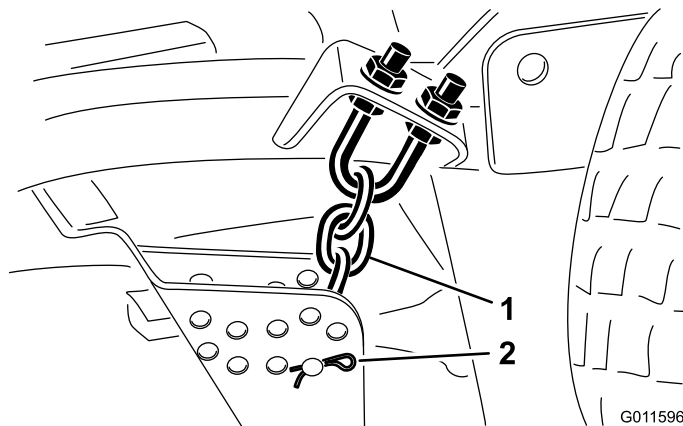

Figure 18
5. Enlevez la goupille fendue et l'axe de chape qui fixent les chaînes de hauteur de coupe à l'arrière du plateau de coupe (Figure 18).